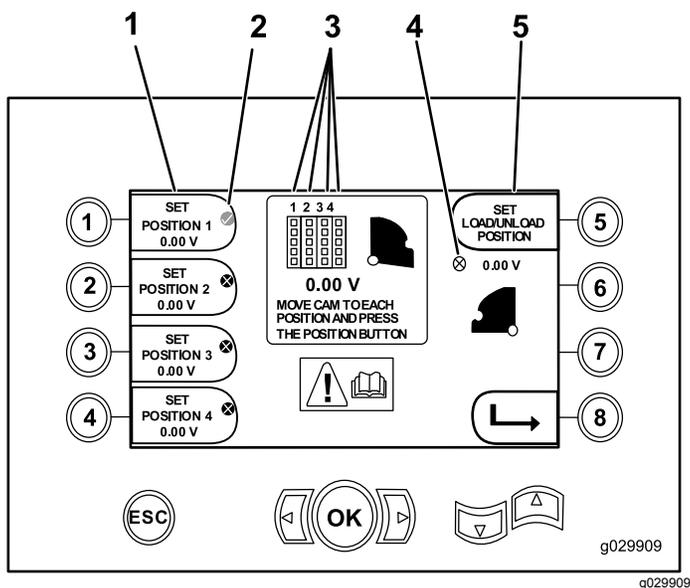

Figure 18
- Bouton 1 – Réglage à la position 1 (Figure 18)
- Bouton 2 – Réglage à la position 2 (Figure 18)
- Bouton 3 – Réglage à la position 3 (Figure 18)
- Bouton 4 – Réglage à la position 4 (Figure 18)
Pour régler la position de charge ou de décharge, appuyez sur le bouton 5 (Figure 18).